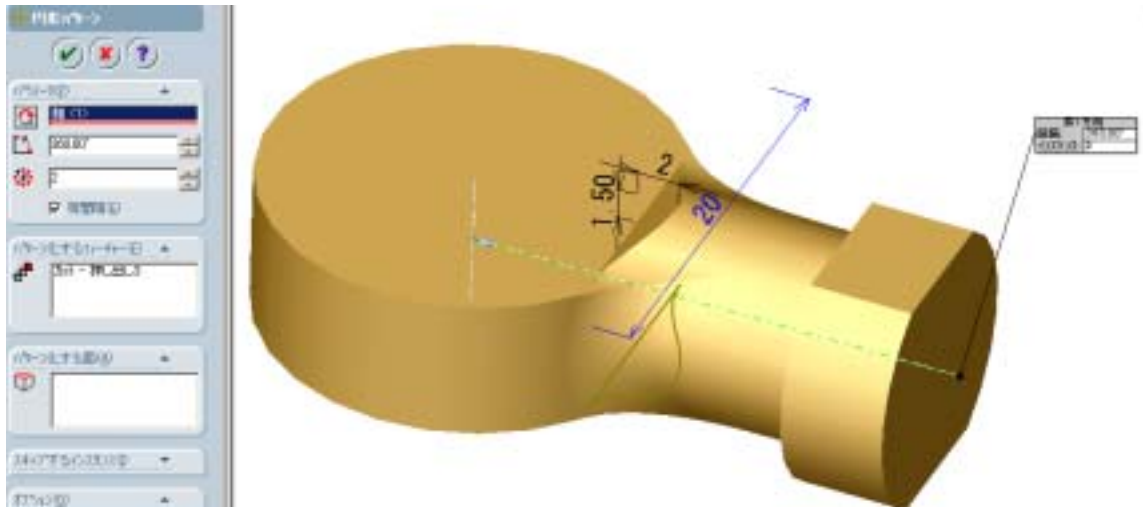

図6-48
⑤円形パターンコマンドで中心軸対称に複写を行う。中心軸の選択、配置角度の入力、配置個数などを入力する。図6-48参照。